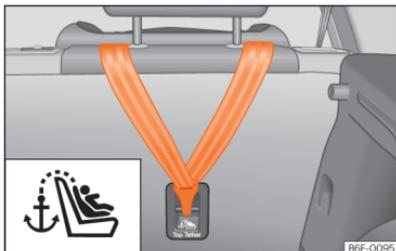

Fig. 41 Parte posterior dos bancos traseiros: argolas de fixação para o cinto Top Tether.
As cadeiras infantis com sistema Top Tether incluem uma correia adicional para fixação a um ponto de fixação no veículo. Este ponto de fixação encontra-se na parte traseira do encosto do banco traseiro (identificado com o símbolo ) e proporciona maior retenção »» **Fig. 41**.
- Deslize a correia e fixe-a corretamente na fixação da parte posterior do encosto »» **Fig. 41**.